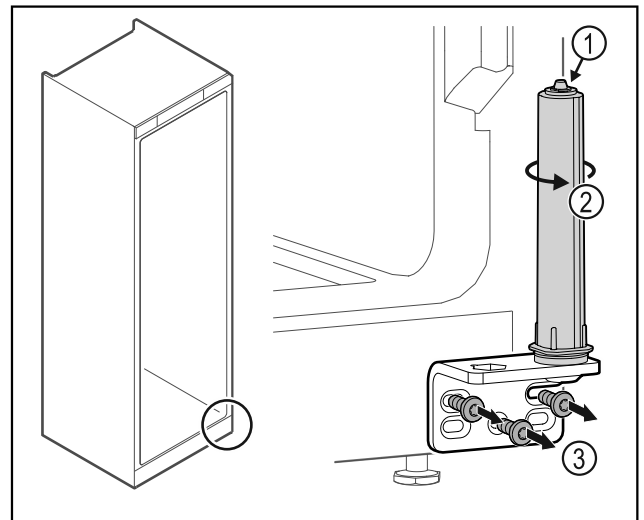

Fig. 40
- Ne pas désassembler le système de fermeture de la porte Fig. 40 (1).
- Tourner le système de fermeture Fig. 40 (2) jusqu'à entendre un clic.
- Dévisser l'équerre de la charnière Fig. 40 (3).